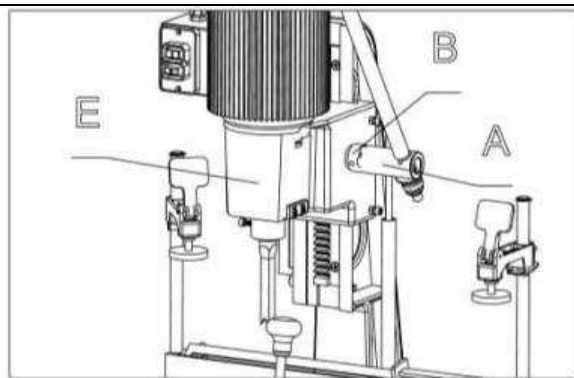

Fig 6
La tête (A) à la fig.6, est levée et abaissée au moyen du levier (B). Pour obtenir le maximum de la force du levier durant le mortaisage, le levier (B) peut être repositionné en retirant le moyeu (E) du groupe levier et en remplaçant le moyeu sur l'arbre de pignon.